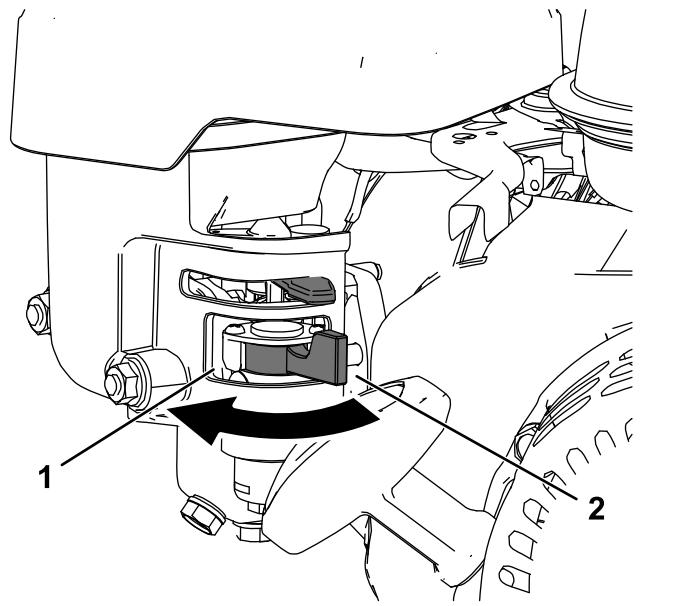

Bild 19
- Um das Kraftstoffventil zu öffnen, drehen Sie den Hebel am Kraftstoffhahn im Richtung des Rücklaufstartergriffs (Bild 19).
- Um das Kraftstoffventil zu schließen, drehen Sie den Hebel am Kraftstoffhahn vom Rücklaufstartergriff weg (Bild 19).